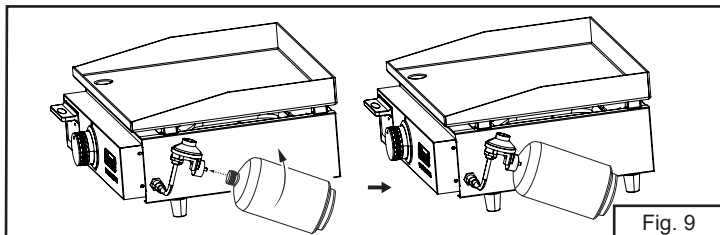

Fig. 9
7. Vissez la bouteille de gaz de pétrole liquéfié (non fournie) dans le régulateur de gaz, en tournant le réservoir dans le sens inverse des aiguilles d'une montre. (Fig. 9).
- La bouteille de gaz de pétrole liquéfié (GPL) doit ressembler à l'image ci-dessous lorsqu'elle est correctement raccordée au régulateur. (Fig. 9)